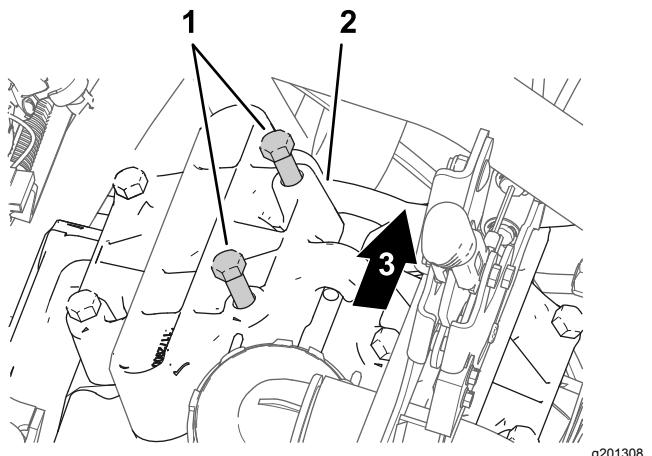

Рисунок 176
1. На головке насоса, находящейся в положении «на 11 часов», ослабьте 2 болта, как показано на Рисунок 176, чтобы получить зазор от 7 до 10 мм между головками болтов и насосом.